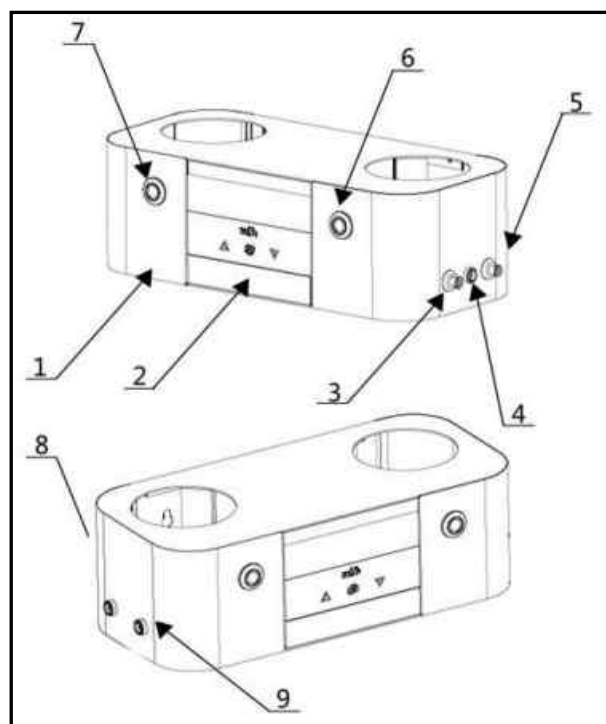
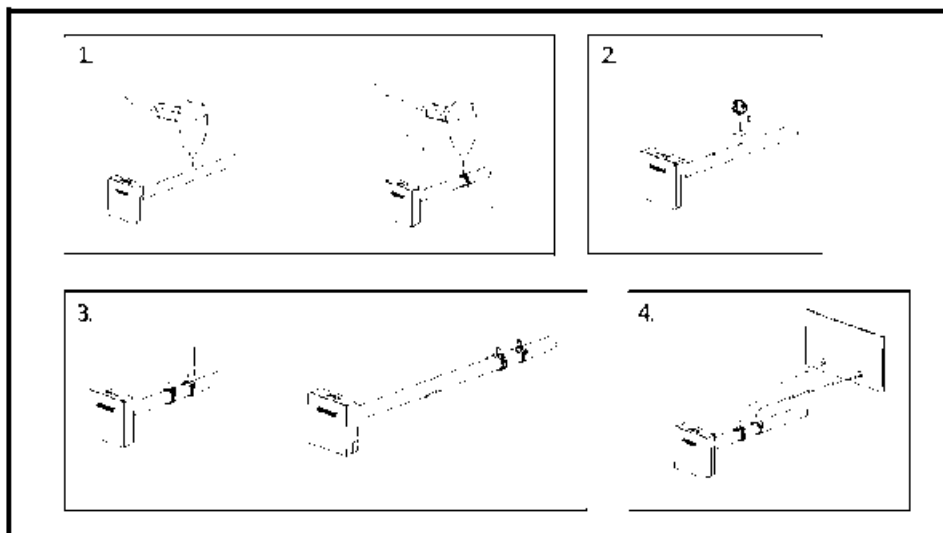

Рисунок 2. Иллюстративная схема
Рисунок 3
Отверстие для ввода ароматического масла должно быть установлено как можно ближе к паровой форсунке, чтобы в паровой трубе накапливалось меньше отдушки. См. Рис. 3.
2. Подсоедините управляющий кабель к клемме L и L1 на клавишном переключателе, а другой конец - к разъему переключателя на насосе. Затем зафиксируйте выключатель на стене, как показано на рисунке 4. См. Рис. 2 и 7.
Вставьте один конец силиконового шланга в выходное отверстие насоса А и выходное отверстие насоса В на ароматическом насосе, а другой конец в отверстие для впрыска масла, установленное на паровой трубе. См. Рис. 2, Рис. 3 и Рис. 6~8.